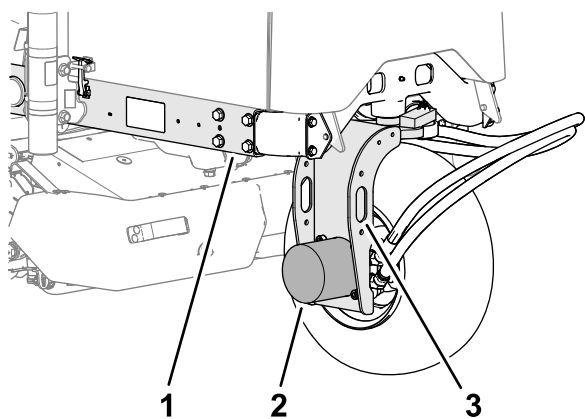

Рисунок 55
2. Прикрепите подъемное устройство к скобе крепления на вилке заднего колеса (Рисунок 55).